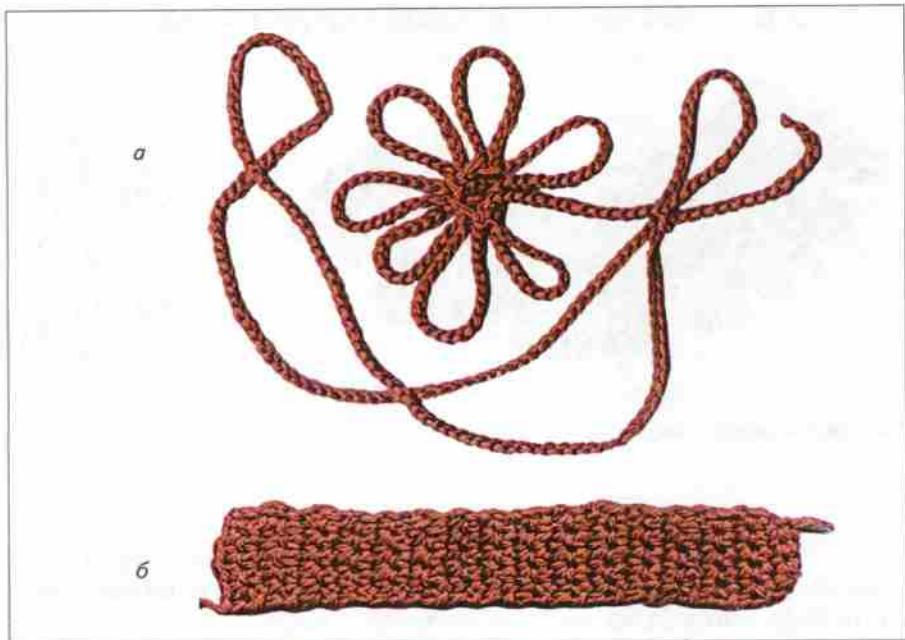

Рис. 90. Шнурья: а — из цепочки воздушных петель; б — из полустолбиков
1. *Шнур из цепочки воздушных петель*. Для его изготовления вяжут цепочку воздушных петель необходимой длины. Шнур, выполненный таким способом, достаточно тонкий, поэтому он может быть использован для декоративной аппликации или в кулиске. Его концы, как правило, украшают изящными кисточками (рис. 90, а).
2. *Шнур из полустолбиков*. Для изготовления такого шнура используют самые простые элементы вязания: воздушные петли, петли для подъёма и полустолбики. Для этого вначале вяжут цепочку из воздушных петель, их количество определяется шириной шнура. Затем, используя петли для подъёма, выполняют другие ряды, состоящие из полустолбиков. Количество рядов рассчитывается в соответствии с необходимой длиной шнура. Шнур этого вида отличается более прочным плетением и жёсткой формой, поэтому может выдерживать более высокие нагрузки и применяться в изделиях из объёмного трикотажного полотна. Такой шнур может служить, например, ручками вязаной сумки-рюкзака, в этом случае он выглядит, как тесьма (рис. 90, б).